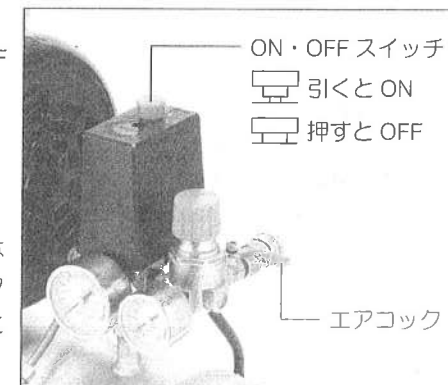

図6
- Ⓔ赤色の ON・OFF スイッチのボタンは振動により振れることがありますが問題はありません。(図6参照)